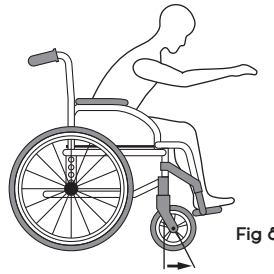

Fig 8
- Para alcanzar un objeto situado enfrente, debe inclinarse hacia delante por eso, debe utilizar las ruedas delanteras como apoyo manteniendo la estabilidad y el equilibrio. Una correcta alineación de las ruedas es esencial para su seguridad. **[Fig. 8]**